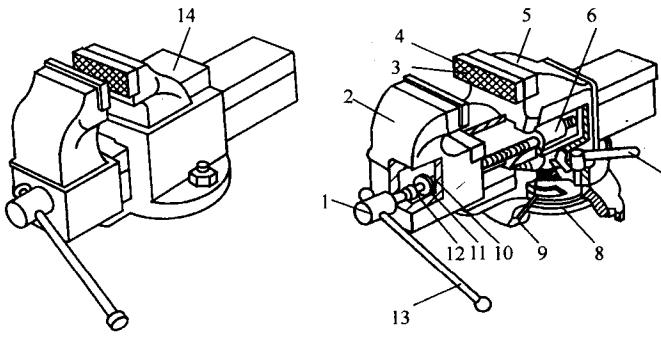

图 1.2 台虎钳
台虎钳是用来夹持各种工件的通用夹具，它有固定式和回转式两种，如图 1.2 所示。图 1.2 (a) 为固定式，图 1.2 (b) 为回转式，其规格以钳口的宽度表示，有 100mm、125mm、150mm 等。
- (1) 了解台虎钳结构（见图 1.2），其工作原理如下。